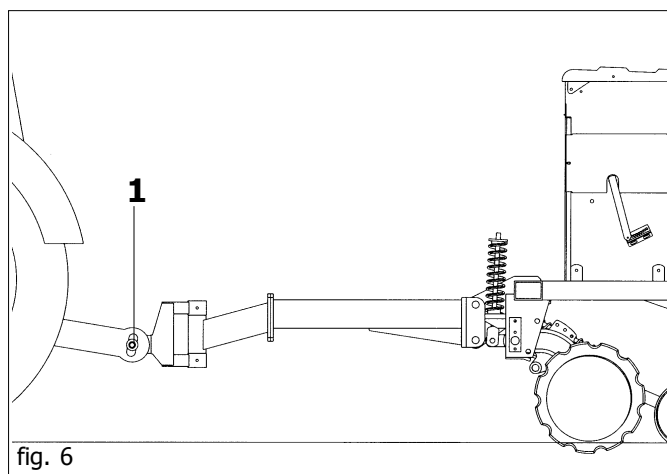

fig. 6
- 1) Agganciare le barre del sollevatore sui perni predisposti (1 Fig. 6). Bloccare con le copiglie a scatto.